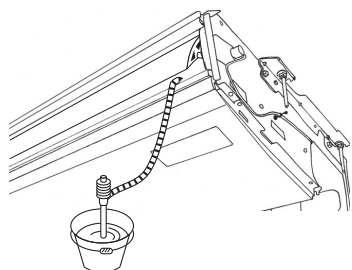

Fig. 5-3
5. Kontrollera efter korrekt dränering. (Fig. 5-3)